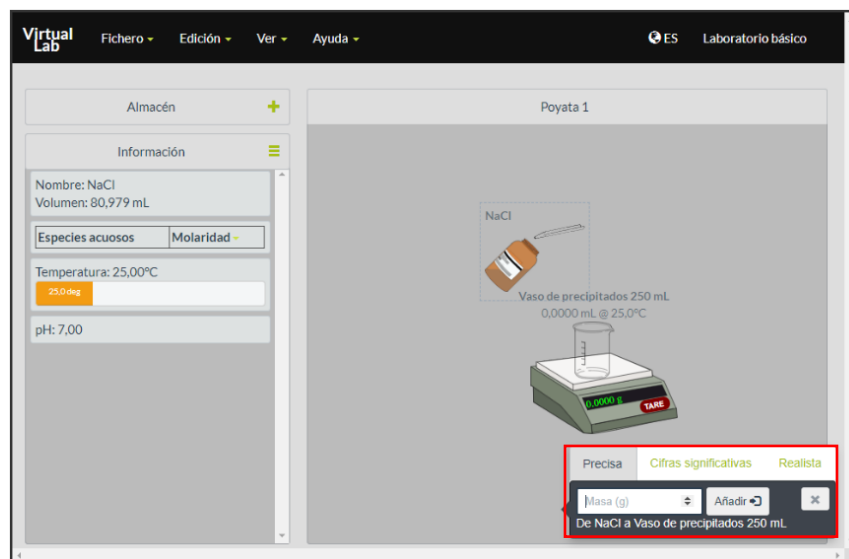

Figura 6. Simulador *Making stock solutions from solids*.
6. Coloque el frasco con NaCl sobre el vaso de precipitados en el área de trabajo. Aparecerá un menú de opciones como el que se muestra en la figura 6.